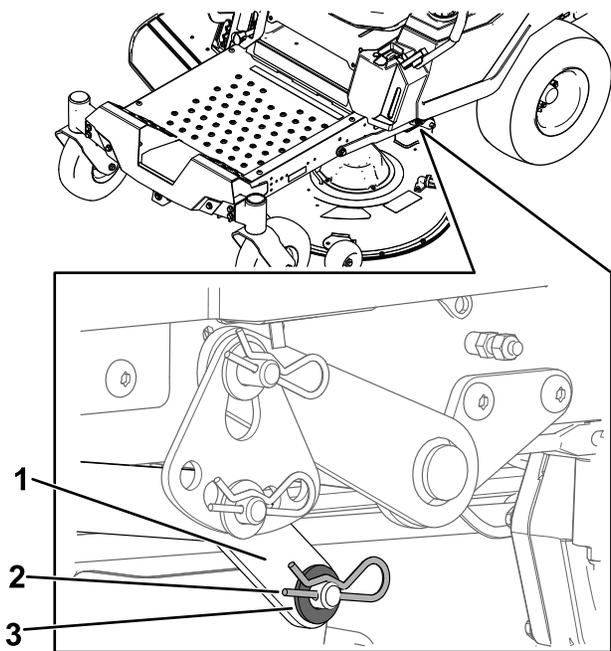

Figura 74
7. En un lado de la máquina, retire la arandela y la chaveta del pasador de la carcasa (Figura 74).
8. Retire el brazo de elevación del pasador de la carcasa (Figura 74).
de elevación en el pasador de la carcasa (Figura 74).
6. Instale el brazo de elevación con la arandela y la chaveta (Figura 74).